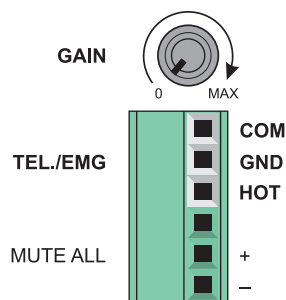

Fig. 4.7.1
L'apparecchio è predisposto per il collegamento all'uscita di linea del segnale voce di un sistema telefonico analogico tramite la morsettiera **TEL./EMG (24)** - vedi Fig. 4.7.1. Tale ingresso è bilanciato a trasformatore, possiede un proprio controllo di livello - **GAIN (23)** - ed è dotato di circuito VOX per la diffusione dei messaggi con priorità più elevata rispetto a qualsiasi altro ingresso. Il segnale è riprodotto in generale su tutte le zone di uscita, indipendentemente dalle impostazioni dei dip-switch (22).
The device is set up to allow for the voice system of an analogue telephone system to be connected to the line output via the **TEL./EMG** terminal block (24) - see Fig. 4.7.1. This input is transformer-balanced, has its own level control - **GAIN (23)** - and is equipped with a VOX circuit for broadcasting messages at a higher priority level than any other input. The signal is reproduced in general on all output zones, regardless of dip-switch settings (22).